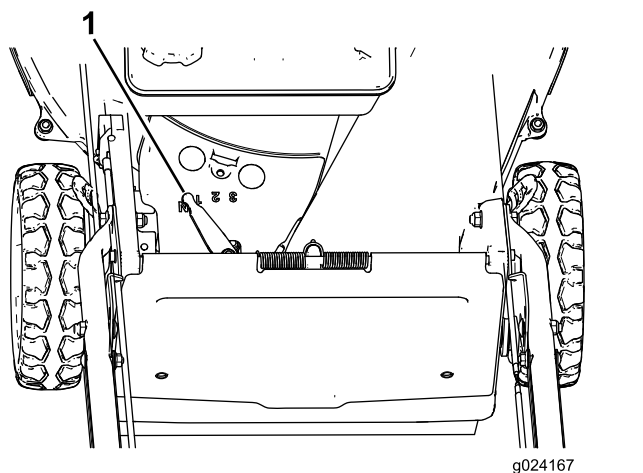

Figura 16
La máquina tiene 3 velocidades de avance: 1 (lenta), 2 (media), y 3 (rápida); también tiene una posición de Punto muerto (N). La palanca de autopropulsión está situada debajo y detrás del depósito de combustible (**Figura 16**).